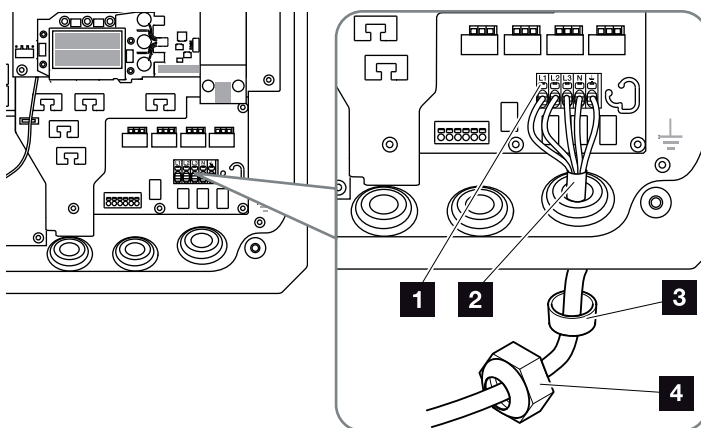

Fig. 31: collegare il cavo di alimentazione all'inverter
7. Collegare i fili del cavo di rete alla morsettiera CA in base alla dicitura.   **Fig. 31, Pos. 1**